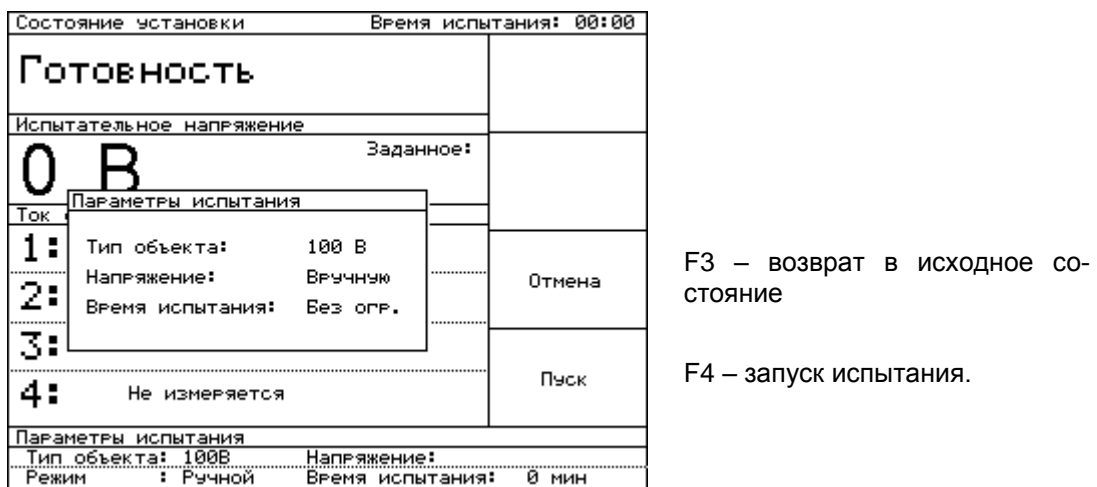

Рисунок 19. Выбран тип объекта «Проверка ламп (100В)».
2.3.3.6. Нажать кнопку «Начать испытание». Появится окно с параметрами испытания (Рисунок 19). Время испытания в данном режиме не ограничено, напряжение устанавливается вручную поворотом ручки энкодера. Для начала испытания нужно нажать «Пуск». Для возврата в исходное состояние - «Отмена».